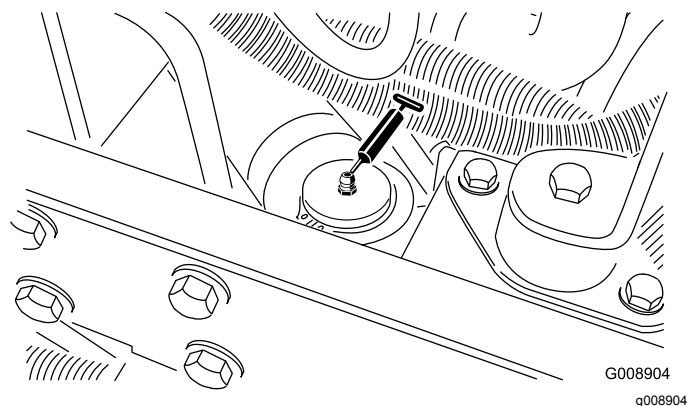

Figura 42
- Cilindro da direção (Figura 42).